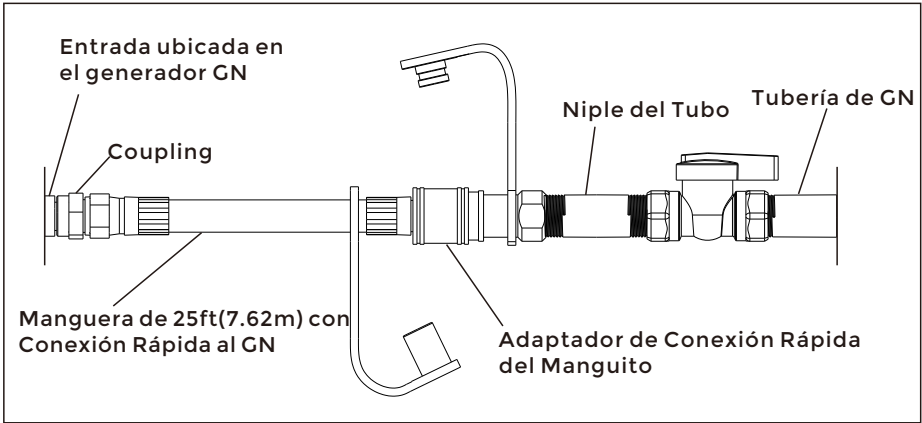

Figura 7
5. Conectar el Acoplamiento al Generador (Figura 7).